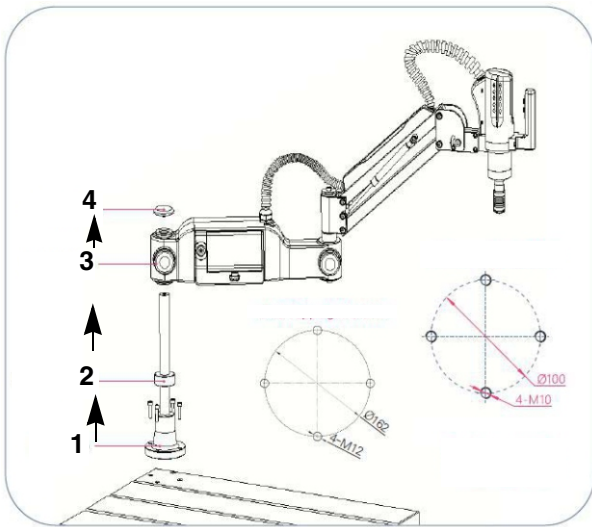

Fig. 5: Asamblarea
**Pasul 3:** Montați suportul mașinii. Aliniați suportul mașinii cu orificiile șuruburilor de pe masa de lucru și fixați cele patru șuruburi. Dacă nu ați achiziționat o masă de lucru METALLKRAFT, va trebui să găuriți patru orificii pentru montarea mașinii pe ea (vedeți schema „Orificiile de montare ale suportului mașinii”, Fig. 5).